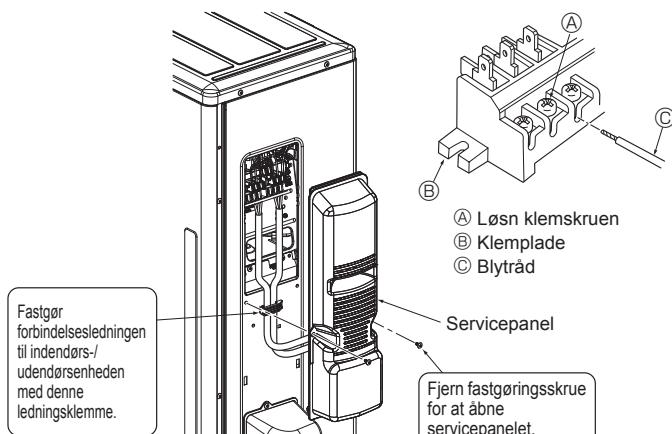

Fig. 6-3
6.1. Uændørsenhed (Fig. 6-1, Fig. 6-2, Fig. 6-3)
- ① Fjern servicepanelet.
- ② Træk kablerne som vist i Fig. 6-1, Fig. 6-2, og Fig. 6-3.